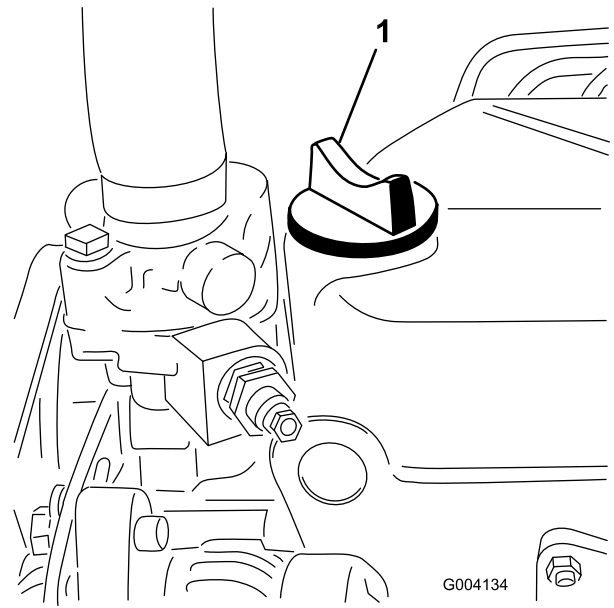

Bild 21
5. Wenn der Ölstand unter der Voll-Markierung liegt, nehmen Sie den Fülldeckel ab (**Bild 21**) und gießen Sie genug Öl ein, um den